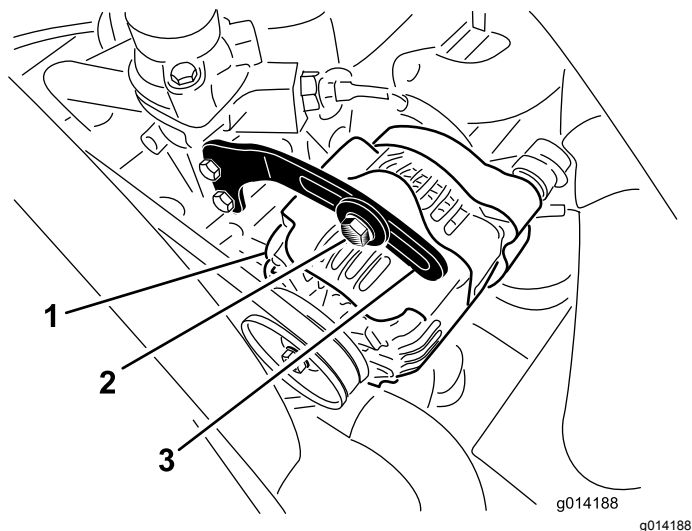

图45
2. 检查交流发电机皮带张紧力的方法使用 10kg 的力按压交流发电机和曲轴箱皮带轮之间的皮带图45中间位置。
3. 松开将支架固定到交流发电机图45的螺栓和交流发电机枢轴螺栓。